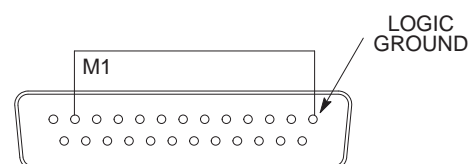

ABBILDUNG 15
2. Die unerwünschte Klangquelle direkt an einem Kanaleingang einspeisen. Diesen Kanal mit Hilfe der Logik-Terminals abschalten (siehe Abb. 15 — Kanal 1 ist stummgeschaltet).